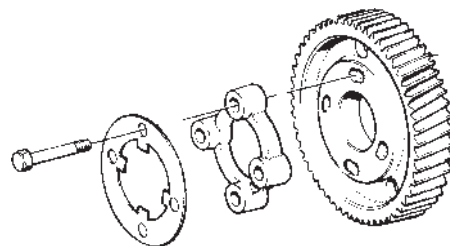

Fig. 98 Pignon de pompe
8. Monter la pièce intermédiaire, la rondelle de verrouillage et les vis du pignon de pompe (figure 98). Serrer légèrement les vis de façon à pouvoir faire tourner la pompe. Vérifier la longueur des vis.